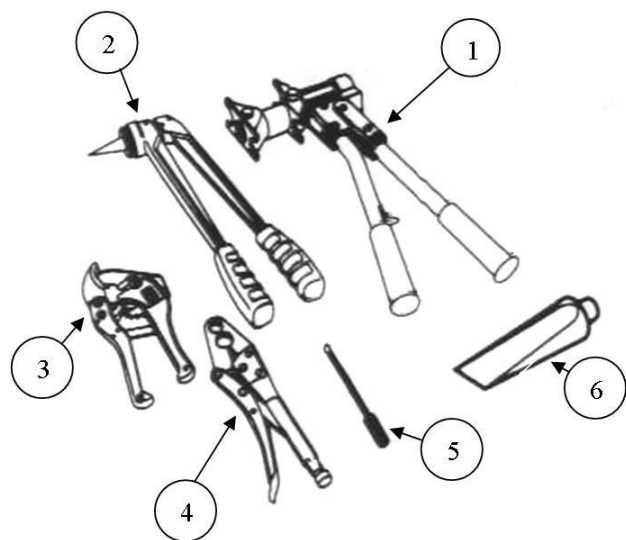
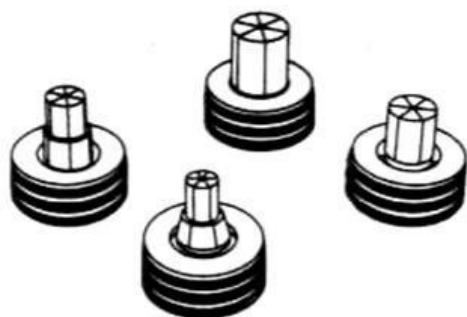

Рис. 1. Ручной механический инструмент М1
Рис. 2. Сменный комплект М1 для труб РЕ-Х-а
2.1.1. Ручной механический инструмент М1 для монтажа соединений с помощью подвижных гильз (см. рис. 1) и сменные комплекты к нему (см. рис. 2). Применяется для монтажа труб РЕ-Х-а Ø 16-32 мм.